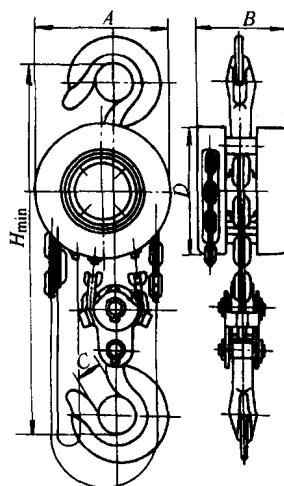

图 1-9 手拉葫芦
**7. 龙门吊架及手动葫芦** 将手动葫芦（见图 1-9）安装到龙门吊架上就可以得到一套小型的起重设备。该设备体积小、重量轻、结构简单，并且适用范围较广，是机修钳工使用较多的起重设备。
龙门吊架由钢板、钢管和工字钢焊接而成。架下面安装有轮子，可根据工作位置的不同而随意移动。手动葫芦有手拉葫芦和手扳葫芦两种。机修钳工常用的是环链手拉葫芦，见图 1-9。手拉葫芦是以手拉为动力的起重设备，广泛用于小型设备的拆、装与零部件近距离的吊装作业。起吊高度一般不超过 3m，起吊重量一般不超过 10t；可以垂直起吊，也可以水平或倾斜使用。